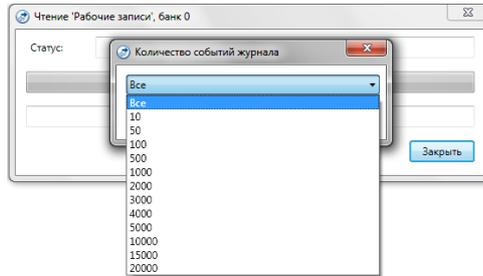

Рис. 48 Выбор количества событий журнала для чтения
- ✓ Далее в открывшемся окне необходимо выбрать количество записей, которое будет считано с терминала (рис. 48).